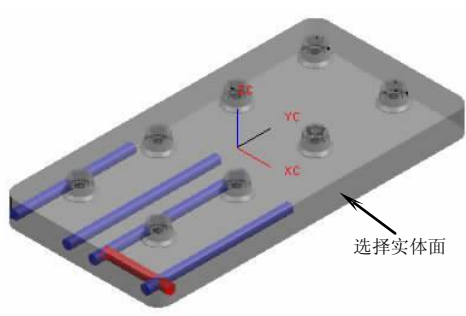

图5-81
6. 以相同方法创建冷却水道，设置冷却水道直径为“M8”，“HOLE_1_DEPTH=50”、“HOLE_2_DEPTH=50”，选择实体面作为冷却水道参考面，设置冷却水道坐标为 (-110, 0, 0)，结果如图 5-81 所示。